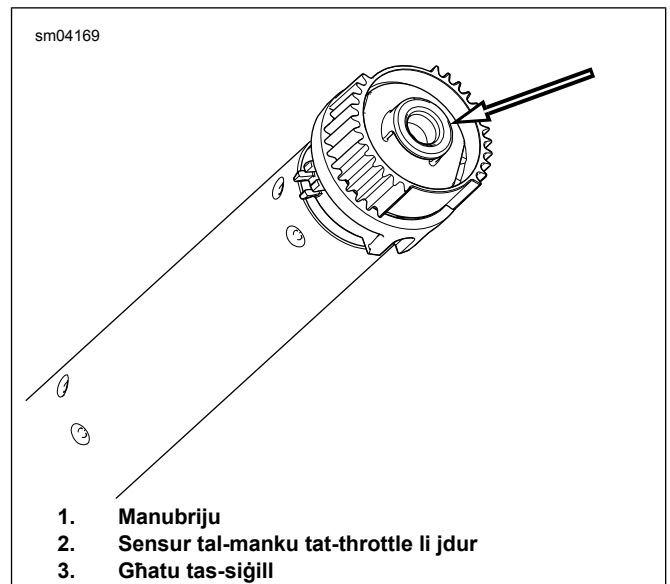

Figura 4. Neħħi l-Għatu tas-Sigill
- *Ara Figura 4 . Daħħal tornavit żgħir jew għodda oħra b'xafra ċatta fil-parti ċ-ċatta fuq naħa waħda tal-għatu tas-sigill.*